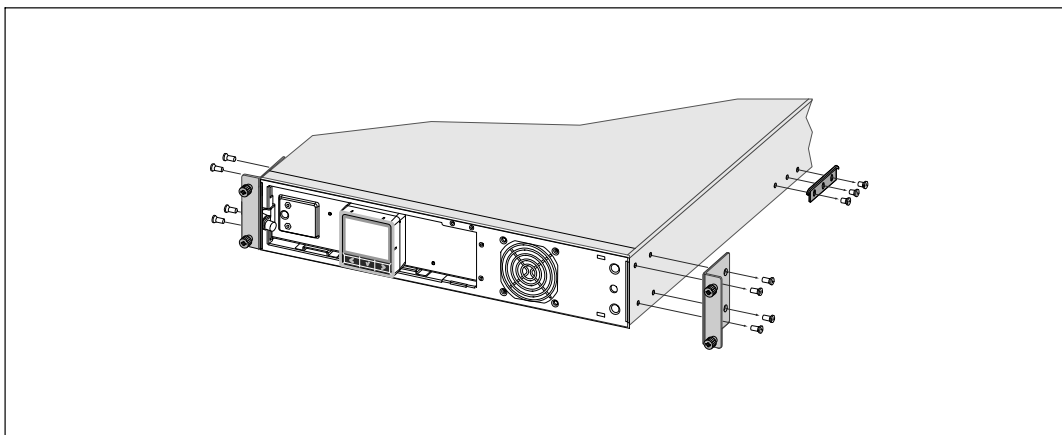

Рис. 19. Удаление крепежных кронштейнов и задних прижимных кронштейнов
- 1 Снимите крепежные кронштейны и задние прижимные кронштейны с ИБП при помощи отвертки Phillips №2 (см. Рис. 19).